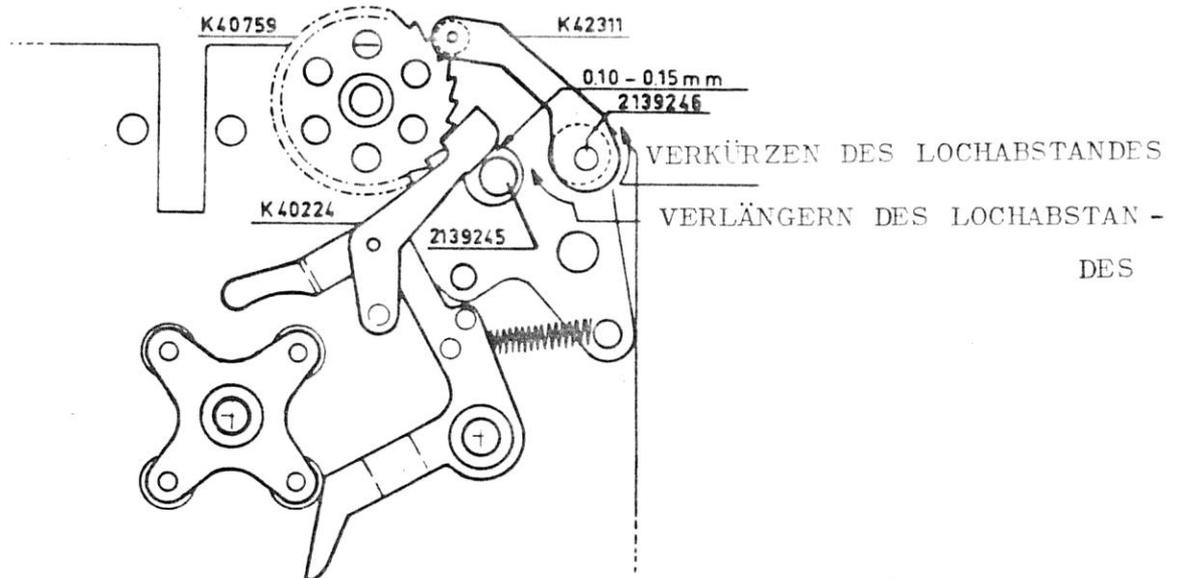

Fig 2
2.2 Der Exzenter 2139246, auf dem der Sperrhebel für das Rastrad gelagert ist, ist so zu verdrehen, daß die Rolle K 42311 das Rastrad K 40759 in der äußersten Transportlage festhält, wenn die Transportklinke wieder zurückgeht (Abb. 2).